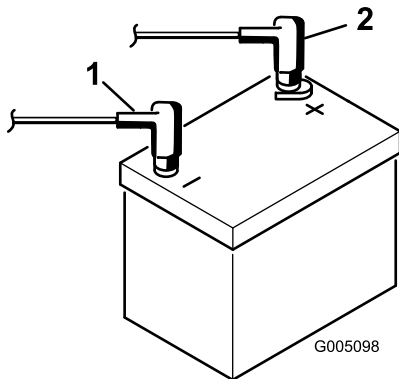

图8
8. 使用螺栓和螺母将正极（红色）接线连接到正极（+）电池端子，负极（黑色）接线连接到负极（-）电池端子（图8）。将橡皮套滑动到正极电池端子上，防止可能发生的短路情况。